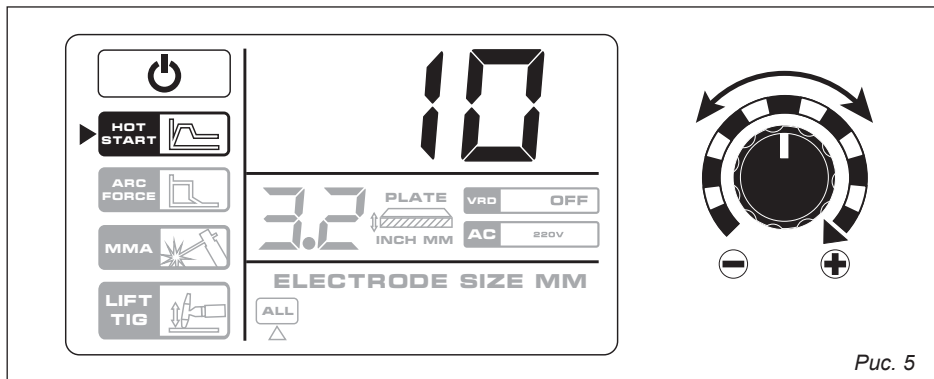

Рис. 5
- 10 — максимальное значение (рис. 5).